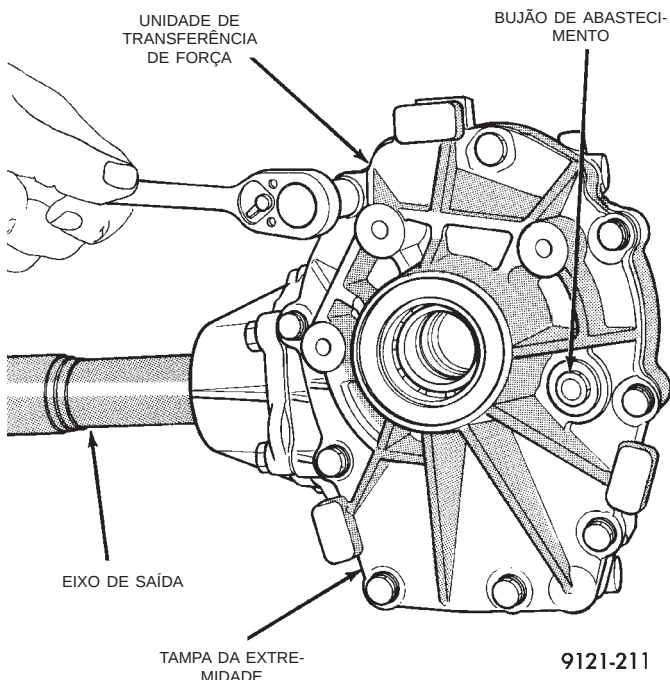

Fig. 33 Parafusos da Tampa da Extremidade do P. T. U.
(1) Remova os parafusos da tampa da extremidade do P. T. U. (Fig. 33).